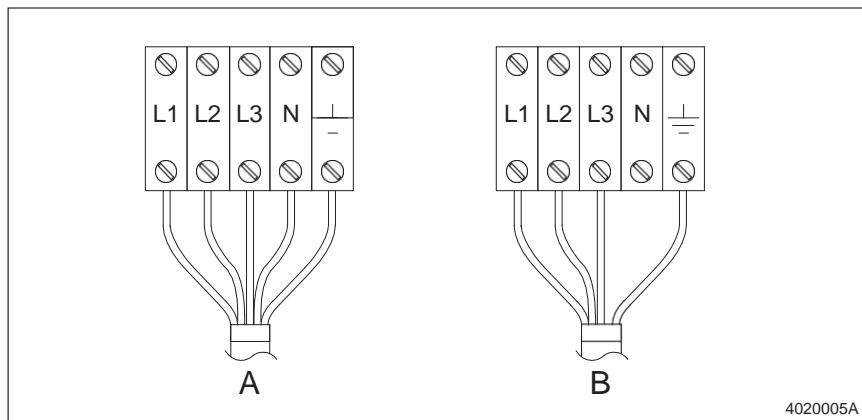

Fig. A 3-7 Conexões de Serviço Elétrico em TB12 (sem fio de aterramento mostrado)
8. Ver a Tabela A 3-3 e a Figura A 3-7. Conectar os fios remanescentes da linha do serviço elétrico ao TB12.